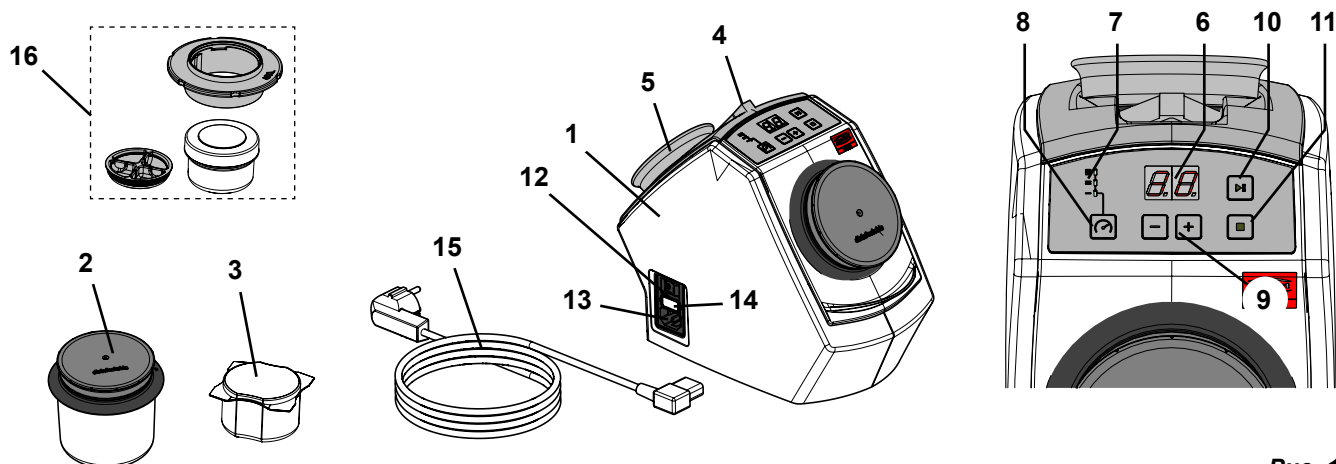

Рис. 1
- ▶ Удерживающий магнит (Рис. 1, поз.5) содержит свинец
- ⇒ Разместите приложенный пинцет и удерживающий магнит в специальных выемках на тыльной стороне аппарата (Рис. 1).
- ⇒ Выберите сетевой кабель (15, Рис. 1) со штепсельной вилкой, соответствующей Вашей стране.
- ⇒ Вставьте сетевой кабель (13, Рис. 1) в гнездо подключения к сети.
- ⇒ Включите аппарат при помощи сетевого выключателя (12, Рис. 1).
- ⇒ Поместите в стакан для очистки (2, Рис. 1) 75 г игл для очистки (соответствует одной единице упаковки).
- ⇒ Поместите в мини-стакан SYMPRO (принадлежности) (16, рис. 1) ~ 5 г игл для чистки